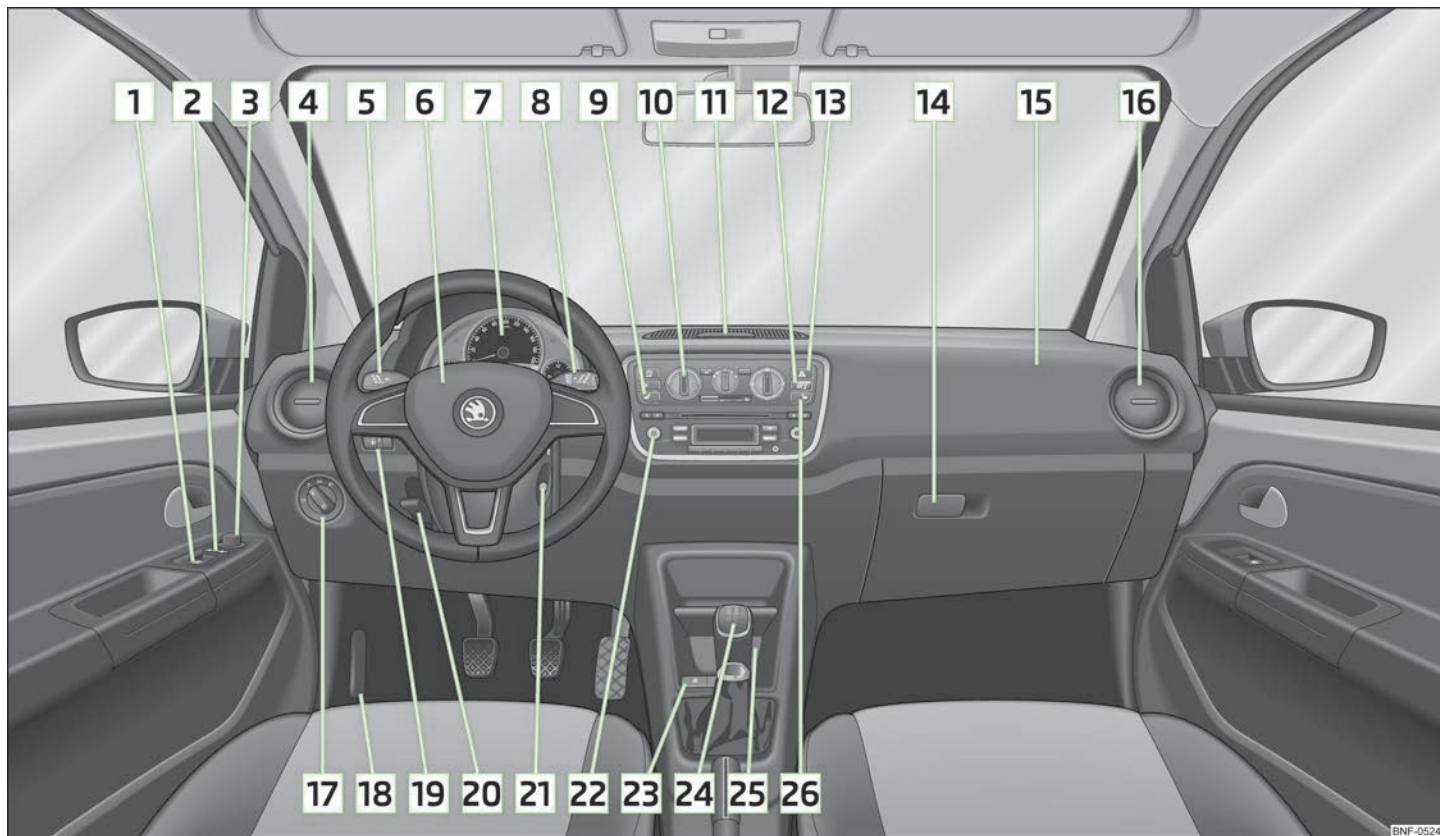

Fig.1 Postul de conducere
- La autovehiculele cu volanul pe partea dreaptă ordinea aranjării elementelor de comandă diferă parțial față de ordinea prezentată în » fig. 1. Simbolurile corespund elementelor de comandă.